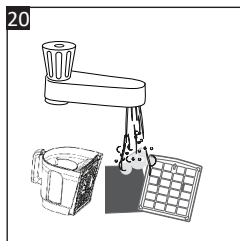

Fig. 20
6. Sostenga el filtro de esponja (21) con el lado sucio hacia abajo y enjuáguelo bajo el grifo con agua tibia hasta que el agua salga limpia (**Fig. 20**). Enjuague el filtro HEPA (22) de la misma forma.
7. Enjuague el interior del depósito del polvo (11) con agua tibia.